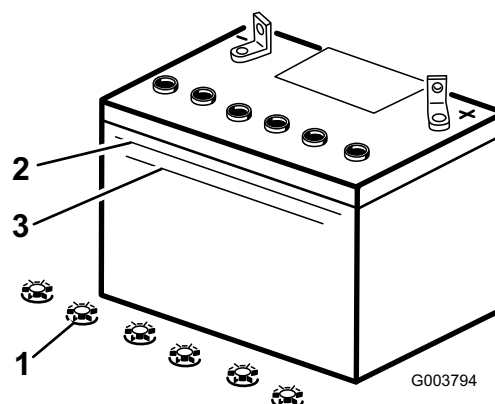

Figure 28
3. Observez le côté de la batterie. Le niveau de l'électrolyte doit atteindre le trait supérieur (Figure 28). Le niveau d'électrolyte ne doit
pas descendre au-dessous du trait inférieur (Figure 28).
3. Enlevez les bouchons de remplissage de la batterie (Figure 28).
4. Versez de l'eau distillée avec précaution dans chaque élément jusqu'au repère supérieur (Figure 28) sur le côté de la batterie.
5. Attendez cinq à dix minutes après avoir rempli les éléments. Au besoin, ajoutez de l'eau distillée pour amener le niveau jusqu'au repère supérieur sur le côté de la batterie (Figure 28).